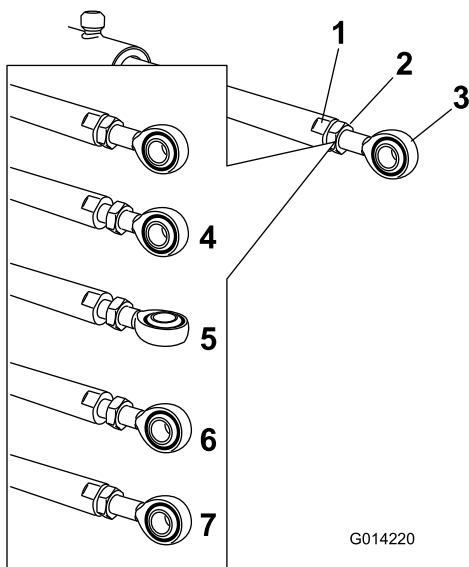

Рисунок 100
5. Удерживайте шток привода в неподвижном положении с помощью ключа, накинутого на плоские грани штока привода, затем ослабьте контргайку, чтобы можно было регулировать шток с проушиной (Рисунок 100).
6. Поверните шток с проушиной в штоке привода, чтобы сократить или удлинить привод для установки в требуемое положение (Рисунок 100).